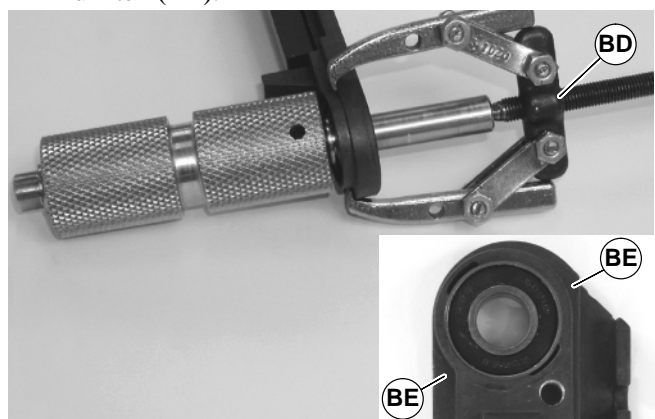

Abbildung 36
- Mit einem Lagerausbauwerkzeug (BD siehe Abbildung 36), Teil Nr. 807-1078, die vordere Deckplatte von der Achsenzapfenseite der Antriebsrolle entfernen. Verbindungswerkzeug klemmt an den angezeigten Punkten (BE).